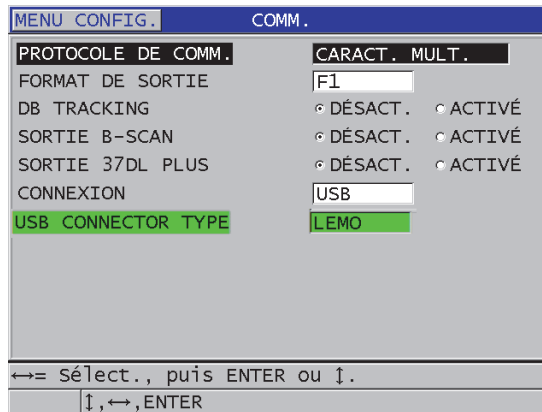

Figure 9-3 Modification des paramètres de communication
3. Dans l'écran **COMM.** (Figure 9-3 à la page 159), faites ce qui suit :